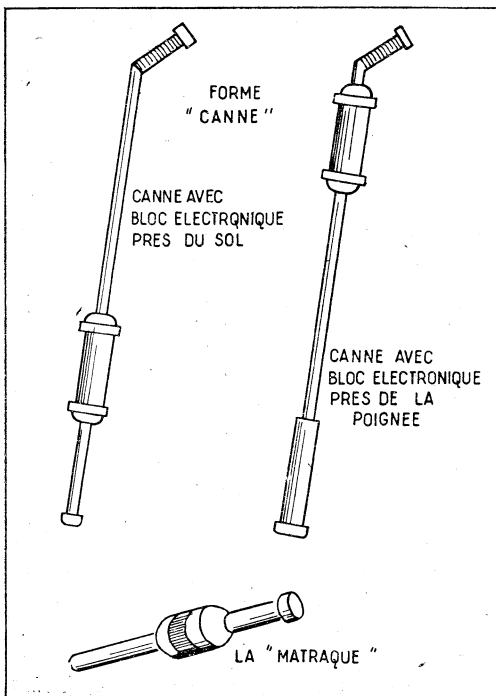

Fig. 14, 15, 16. — Formes allongées.
a) Bloc électronique près du sol avec tube de Geiger incorporé ou le prolongeant immédiatement (fig. 14).